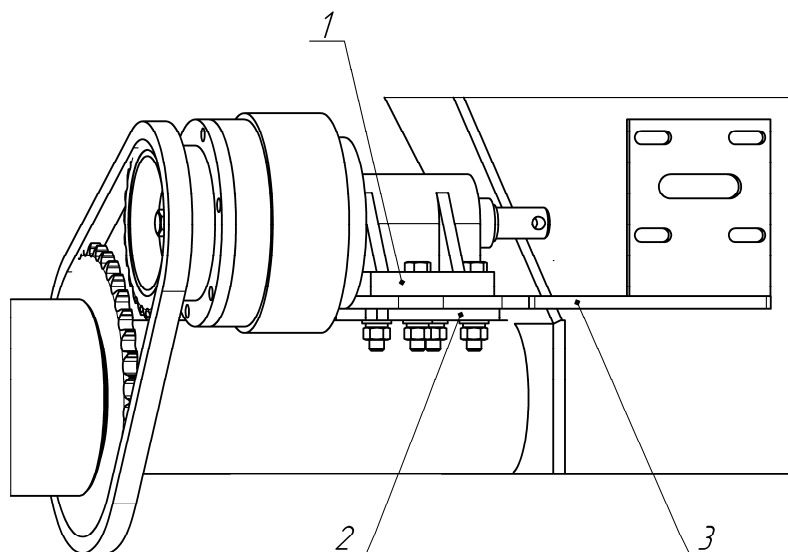

Рис.10 Установка кронштейна углового редуктора
4.11. Между опорой крепления ступицы электромагнитной муфты поз.1 рис.10 и плитой кронштейна рамы бункера поз.2 установить кронштейн поз.3 для крепления углового редуктора и с помощью болтов М12х65 зафиксировать всю конструкцию.